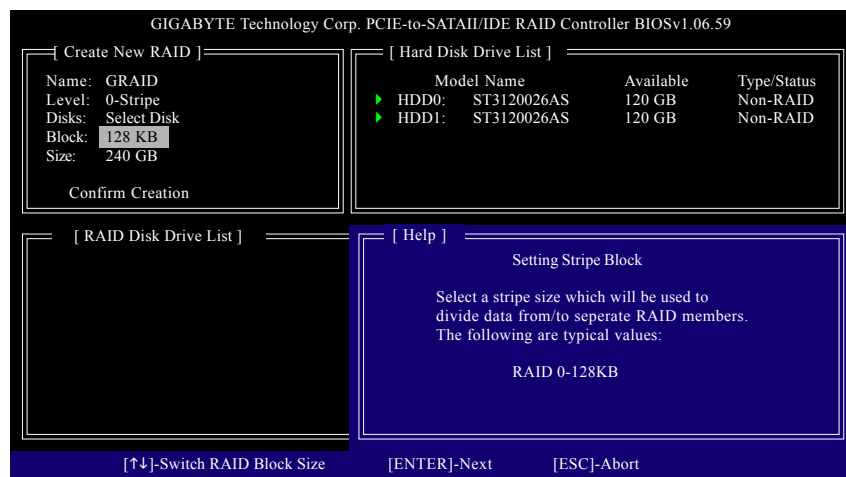

図 6
4. **ブロックサイズの設定 (RAID 0 のみ)**: Block アイテムの下で、上または下矢印キーを使用してストライプブロックサイズを 4 KB ~ 128 KB の間で選択します (図 6)。<Enter>を押します。